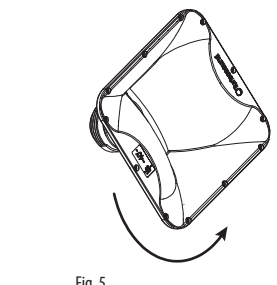

Fig. 5
6. ホーンを回転させて、目的のカバレッジパターンを実現します (図 5)。